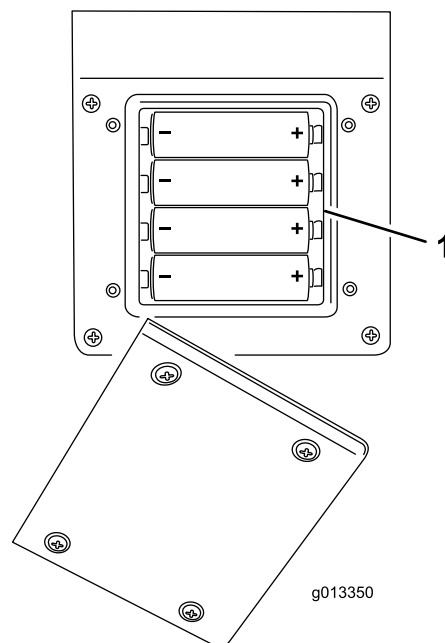

Figura 48
3. Ligue cada bateria nova no encaixe terminal observando a devida polaridade. (Se as baterias forem incorrectamente instaladas, a unidade não será danificada, mas não funciona.) O encaixe tem embutidas marcas de polaridade em cada terminal—ênfatisado em Figura 48. Certifique-se que estão firmemente encaixadas na unidade.